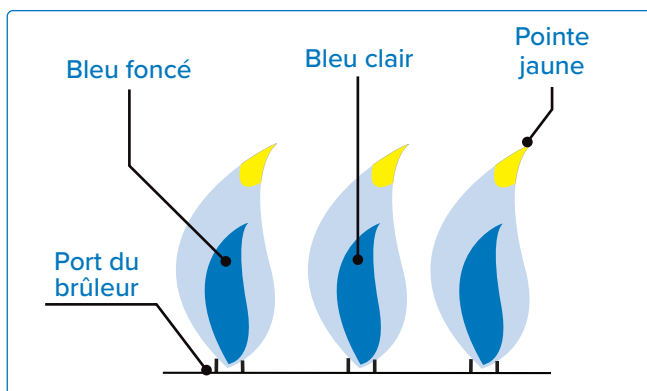

Fig. 30
- Trop peu d'air entraînera des flammes jaunes, fuligineuses et paresseuses (**Fig 30**).